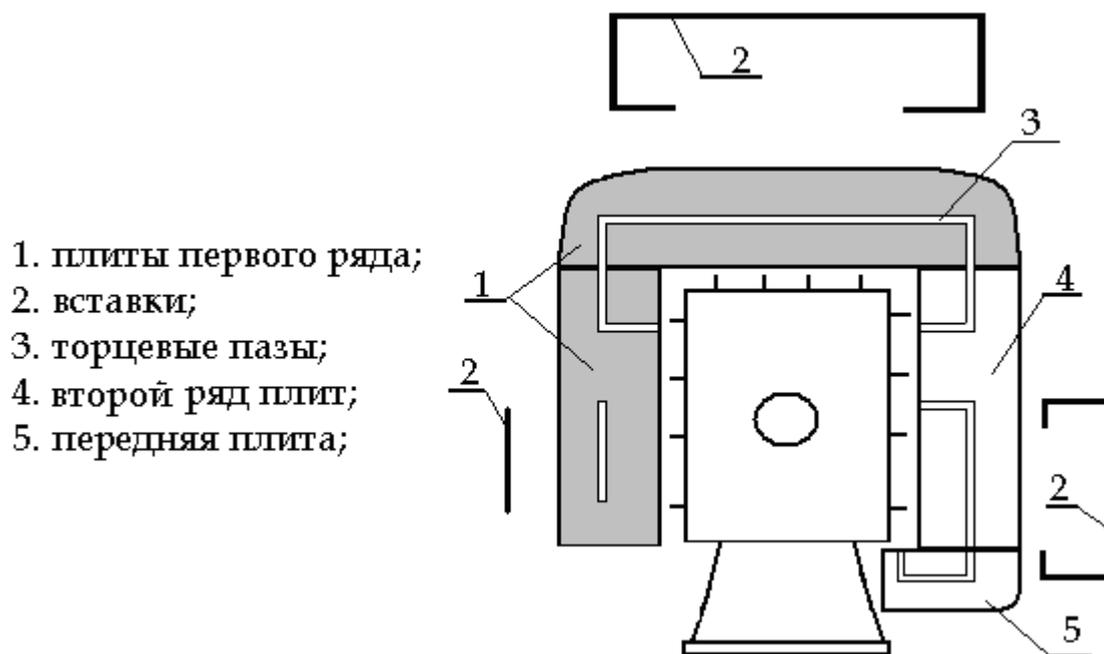

Рис. 5 Сборка облицовки печи «Сударушка К».
- с трех сторон уложить первый ряд плит (1) с соответствующим обозначением заподлицо с башмаками (см.рис.5);
- в торцевые пазы (3) уложить соответственно обозначенные вставки (2);